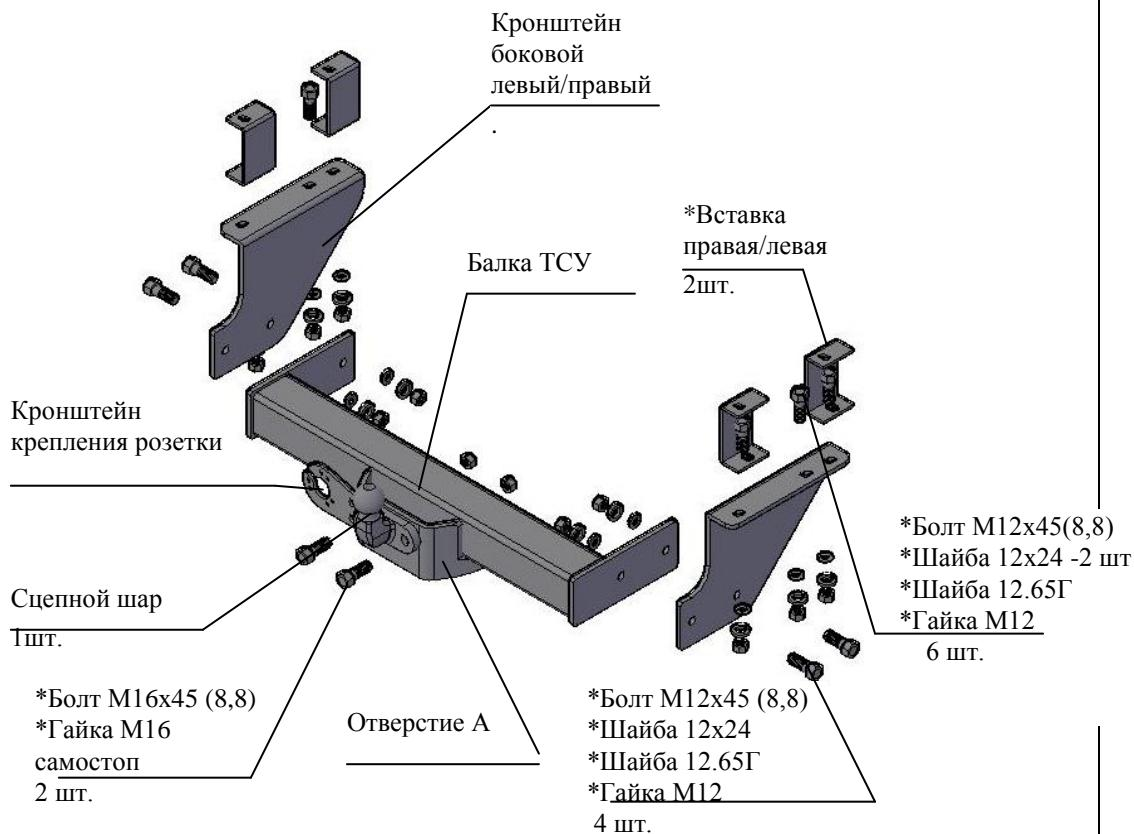

Рис.1 Тягово-сцепное устройство 9650 .
2.1 ТСУ 9650 в сборе (рис.1)	1 шт.
2.2 Пакет с комплектующими (см. рис.1)	1 шт.
4.1 Закрепить боковые кронштейны ТСУ к нижним полкам рамы а/м болтами M12x45 и гайками M12, вставив внутрь рамы вставки правые и левые по 2 шт соответственно рис.1, подложив под головки болтов шайбы 12x24, под гайки –шайбы 12x24 и шайбы 12.65Г. К верхним полкам рамы крепить вставки, используя штатный крепеж .Крепеж не затягивать.